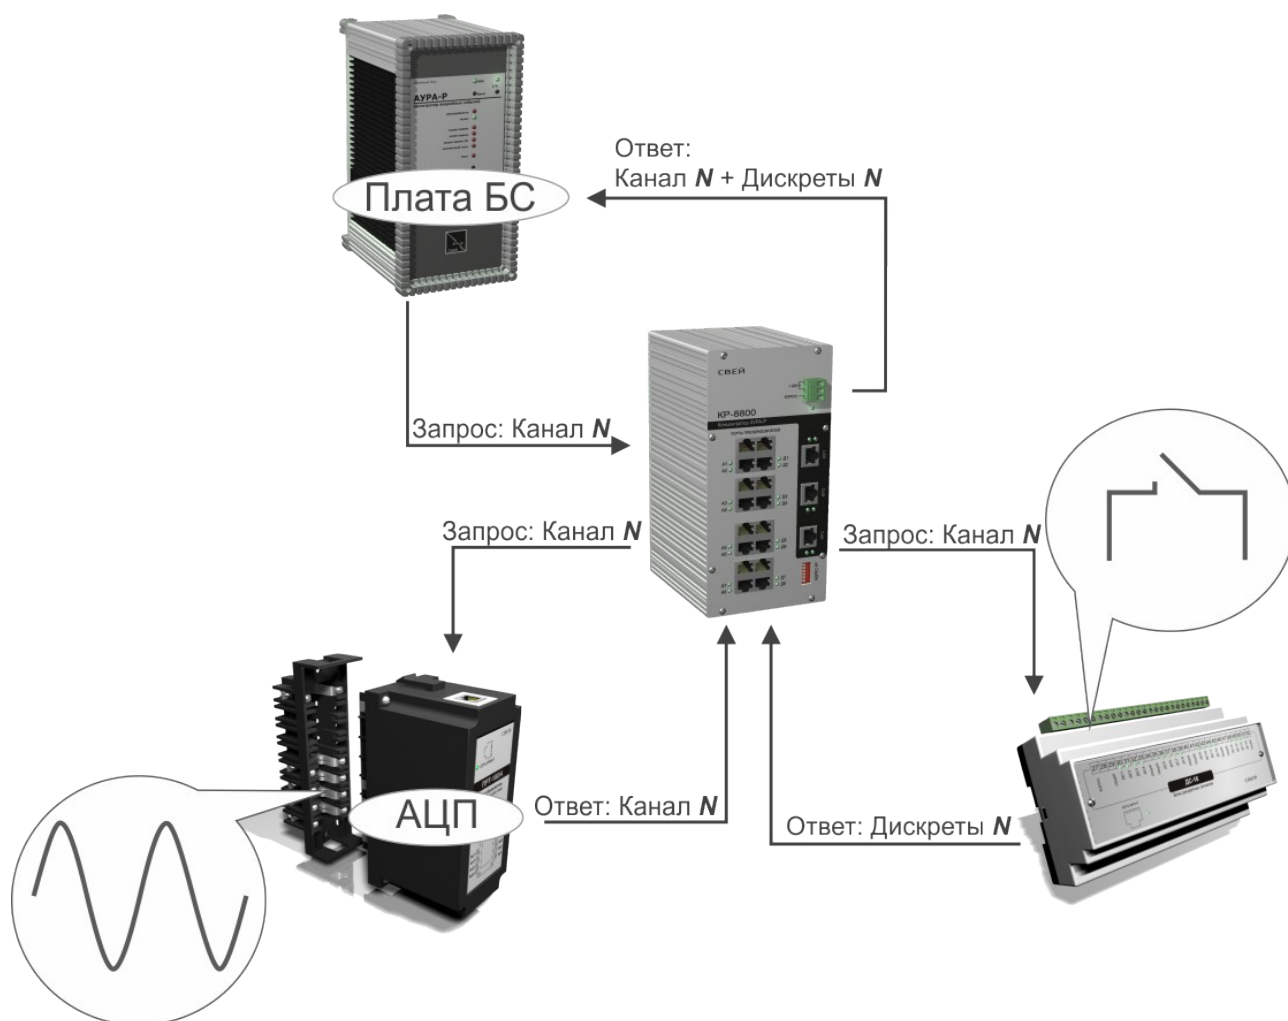

Рисунок 9
1.4.3.1 Измеряемый аналоговый сигнал поступает на входные преобразователи регистратора «АУРА-Р», которые преобразуют его в цифровой. Далее по запросу мгновенное значение аналогового сигнала в цифровом виде поступает в концентратор. Дискретные сигналы, получаемые от блоков ДС-16, также по запросу поступают в концентратор. Таким образом, за один запрос регистратора «АУРА-Р» обрабатываются 1 аналоговый и 4 дискретных канала (см. рисунок 9).